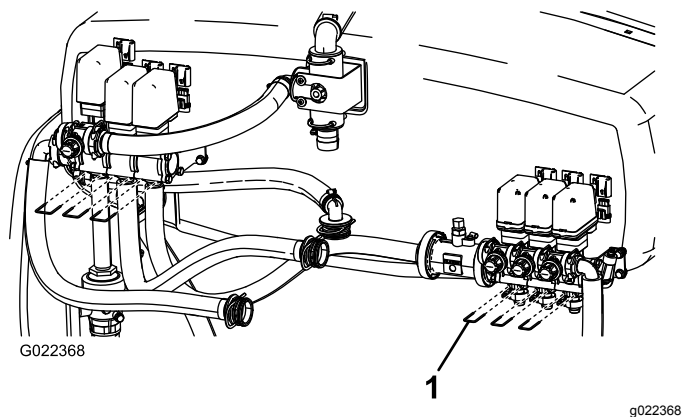

Figura 50
- B. Rimuovete le 3 forcelle che fissano le relative sedi al gruppo valvola (Figura 50).
Nota: Non dimenticate le molle nella valvola (Figura 50).